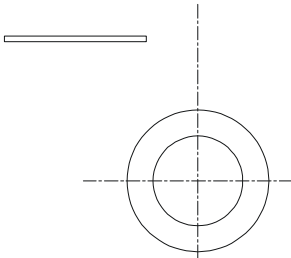

图 2-3-6
宽度 (W)]： @16,2 // 在命令行输入@16,2，效果如图 2-3-6 所示